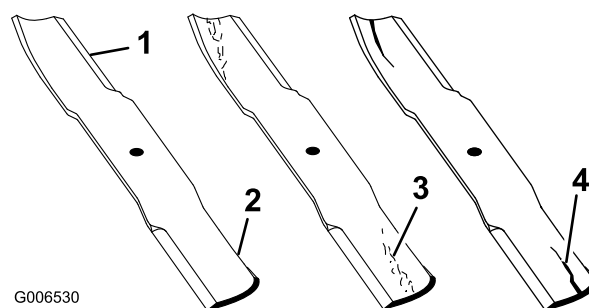

Figura 31
2. Verificate accuratamente i taglienti, con particolare attenzione ai punti d'incontro delle sezioni piatta e curva della lama (Figura 31). Sabbia e materiali abrasivi possono consumare il metallo che connette le sezioni piatta e curva della lama, per cui si consiglia di controllare la lama prima di usare la macchina.
Se notate che la lama è consumata (Figura 31), sostituirla; vedere Rimozione della lama.
Se continuate ad usare la lama usurata, si forma una scanalatura tra la costa e la sezione piatta della lama (Figura 31). Alla fine, un pezzo di lama può staccarsi e venire lanciato dal sottoscocca, con il rischio di ferire gravemente voi o gli astanti.